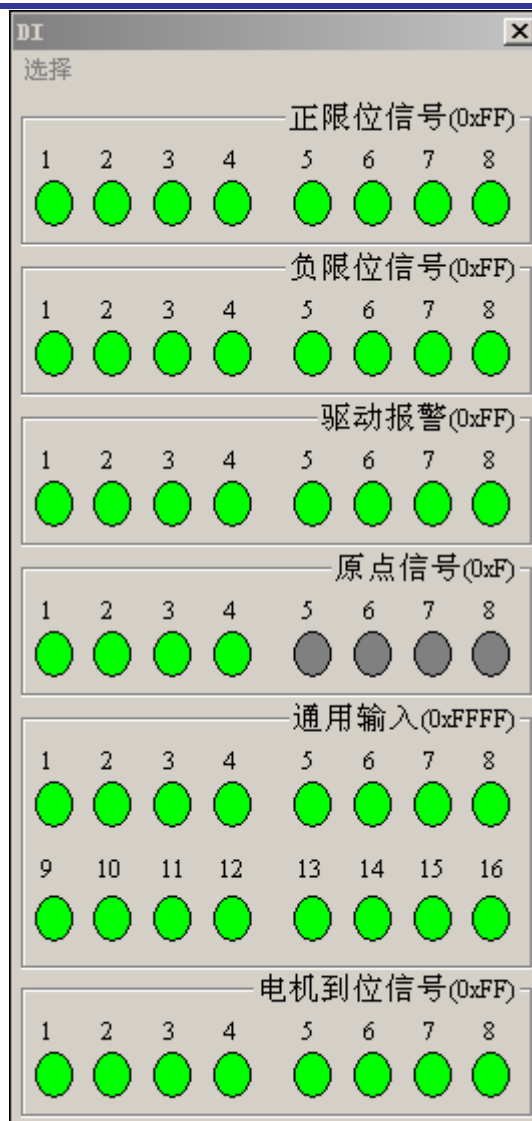

图 4-20 数字量输入对话框
- (1) 在 MCT2008 软件主界面选择点击菜单“视图”->“数字量输入”，将会弹出数字量输入 DI 模块对话框，如图 4-20 所示；